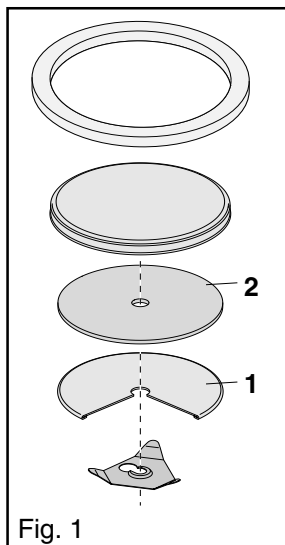

Fig. 1
- van boven af schuin inbrengen (fig. 1),
- op de drager van de filterplaat (1) zetten (fig. 1),
- in horizontale positie naar voren tot de schrapersteunhouder (2) schuiven (fig. 1)
- Het filter plaatsen. Er op letten dat de vergrendelplaat vastklikt en het filter door de schrapersteunen wordt geleid. Op de juiste positie van de schijf (1) letten. (De gladde zijde moet in de richting van de pakking (2) wijzen.) (Fig. 1,2)
- De grendel (2) onderaan de console van de productcontainer naar beneden drukken, de productcontainer (1) naar voren toe uithalen en legen (fig. 1).
- De kas (1) openen (fig. 1).